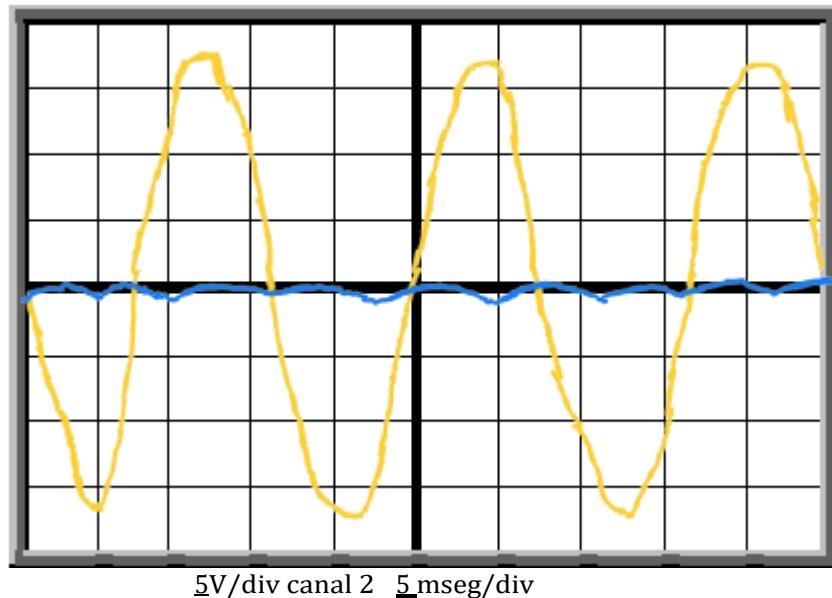

Fig. 1.14. Gráfica del voltaje de rizo del rectificador de onda completa con derivación central con filtro utilizando un capacitor de  $2,200 \mu\text{F}$ .
- d) Cambiar el capacitor de 470  $\mu$ F por un capacitor de 2,200  $\mu$ F y realizar las mismas mediciones del inciso a), registrar los valores obtenidos en la Tabla 1.7; realiza las mediciones del inciso b), registrar la medición en la Tabla 1.8 y graficar las señales en la Fig. 1.13; y realizar las mediciones del inciso c), registrar la medición en la Tabla 1.8 y graficar las señales en la Fig. 1.14.